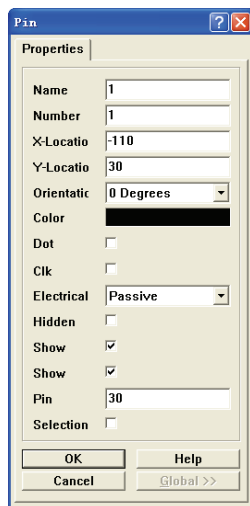

图 3-41 引脚属性设置对话框
(4) 在放置引脚时按下〈Tab〉键，或者双击已放置的引脚，系统弹出如图 3-41 所示的元件引脚属性对话框，在该对话框中可以完成引脚的各项属性设置。